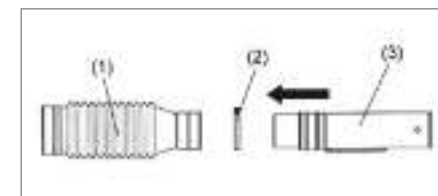

Рис. 1
1. Вставьте поворотную трубу в гибкую трубу и затяните соединение при помощи зажима. (Рис. 1)